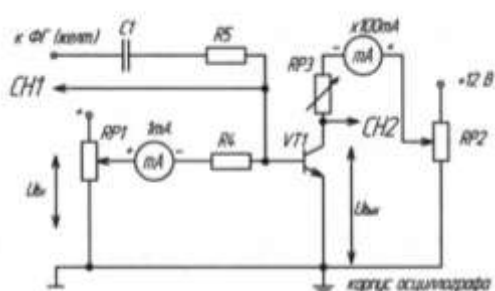

Рисунок 1
1. Собрать схему (рис. 1) для исследования усилительного каскада. Подключить канал CH1 осциллографа к входу усилителя, а канал CH2 к выходу усилителя. Включить временную развертку осциллографа. Включить функциональный генератор и установить синусоидальный сигнал частотой 50 Гц. Уменьшить сигнал до нуля регулятором амплитуды. Переключить входы CH1 на положение «вход закорочен». При токе $I_b=0$ установить с помощью потенциометра RP2 заданное значение E_k и далее не изменять его при всех экспериментах.